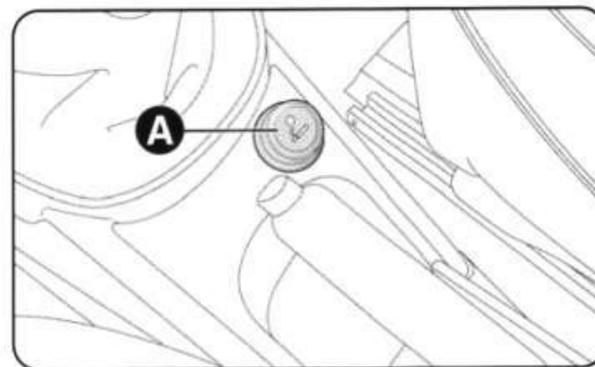

рис. 47
**ПРИКУРИВАТЕЛЬ (если имеется) (рис. 47)**